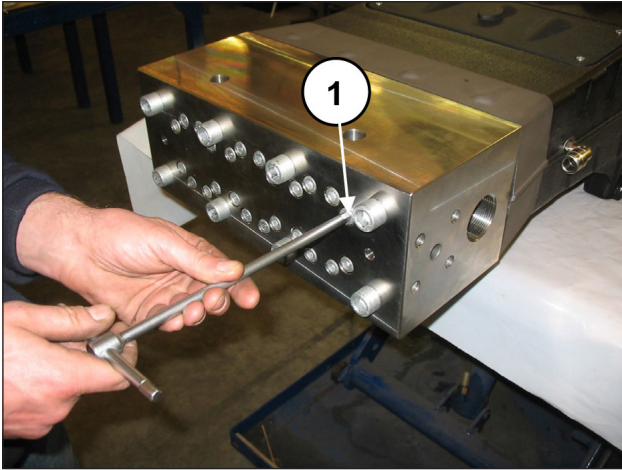
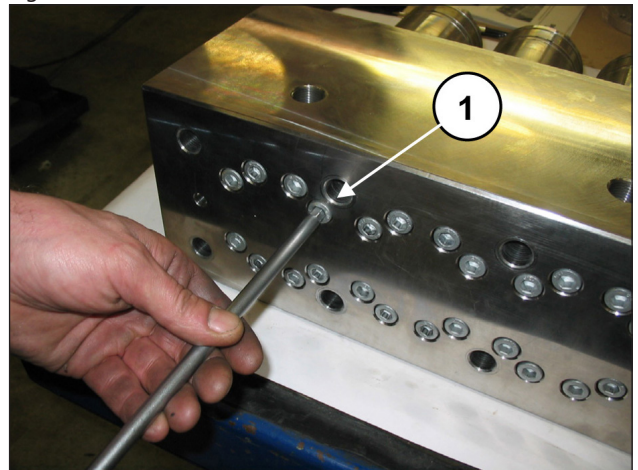
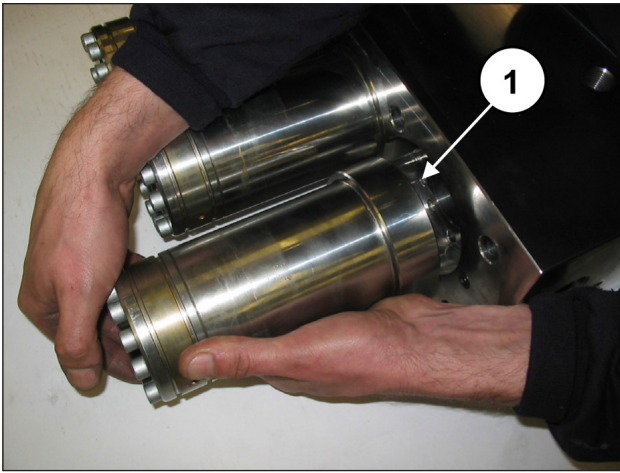

Fig. 94
Fig. 99
Fig. 100
Desserrer, sans les déposer, les vis M10x140 de fixation des chemises sur la tête (rep. ①, Fig. 94) de sorte qu'elles résultent libres.
Déposer les vis M10x140 de fixation des chemises sur la tête (rep. ①, Fig. 99) et dégager les groupes chemises (rep. ①, Fig. 100).
Désassembler la tête et l'entretoise de chemises du carter de pompe en suivant les explications au parag. 2.2.1 (de Fig. 94 à Fig. 100).